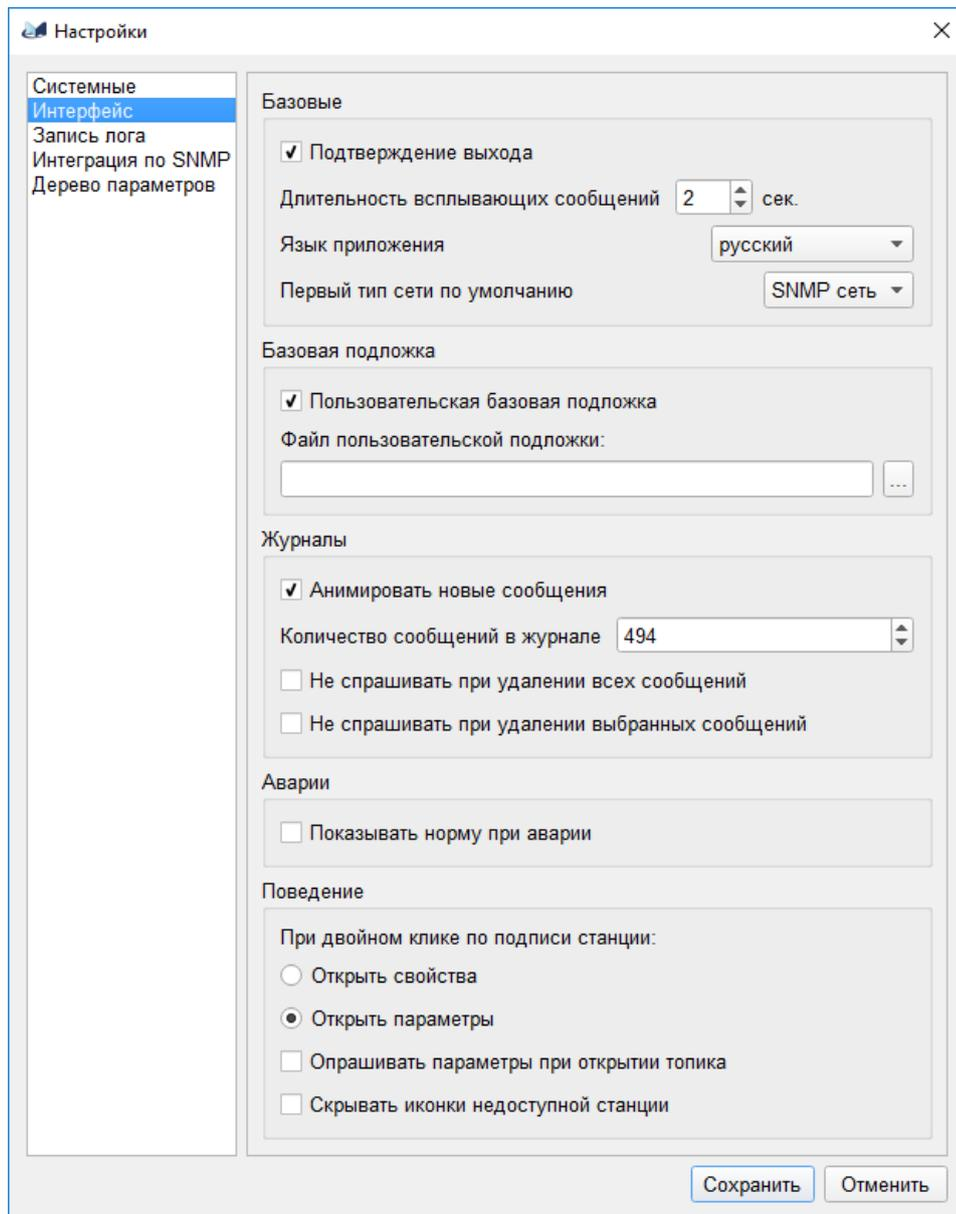

Рис. 12
3.5.3.1. Раздел "Интерфейс" диалогового окна настроек (рис. 12) содержит следующие области: